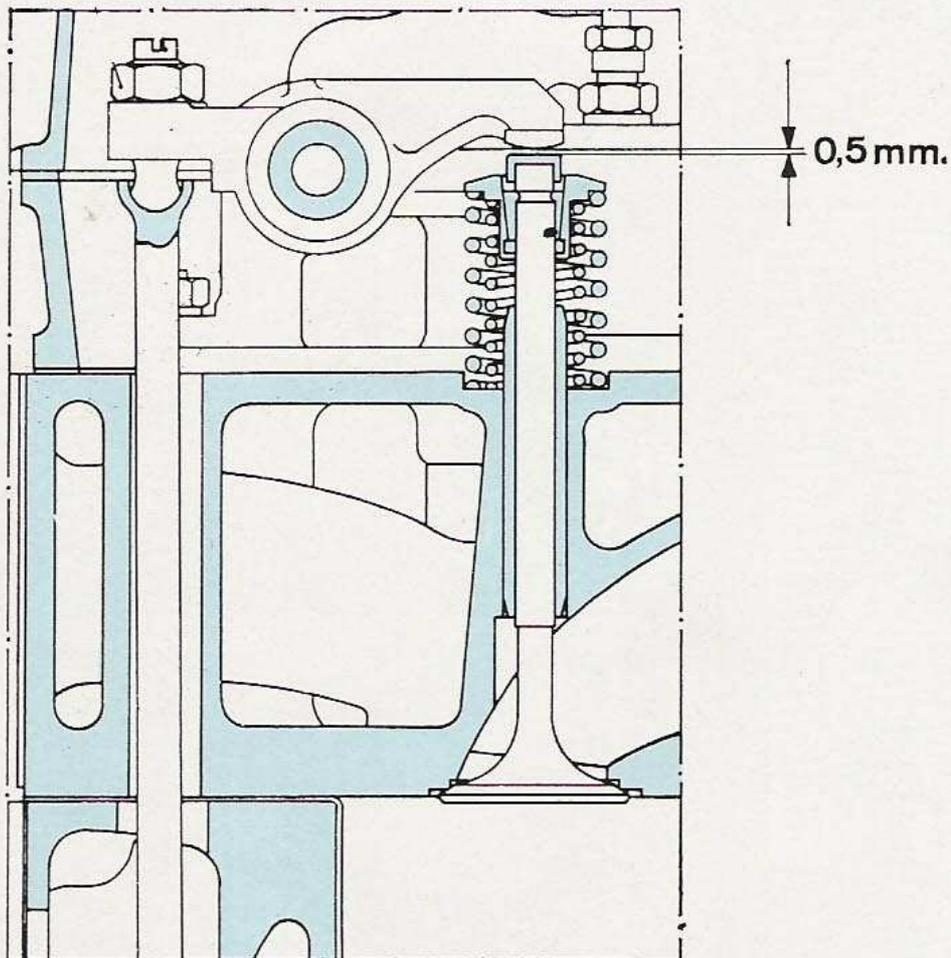

Fig. 2.8. - Regulación de las válvulas
2.7 REGULACION DE LAS VALVULAS (fig. 2.8)